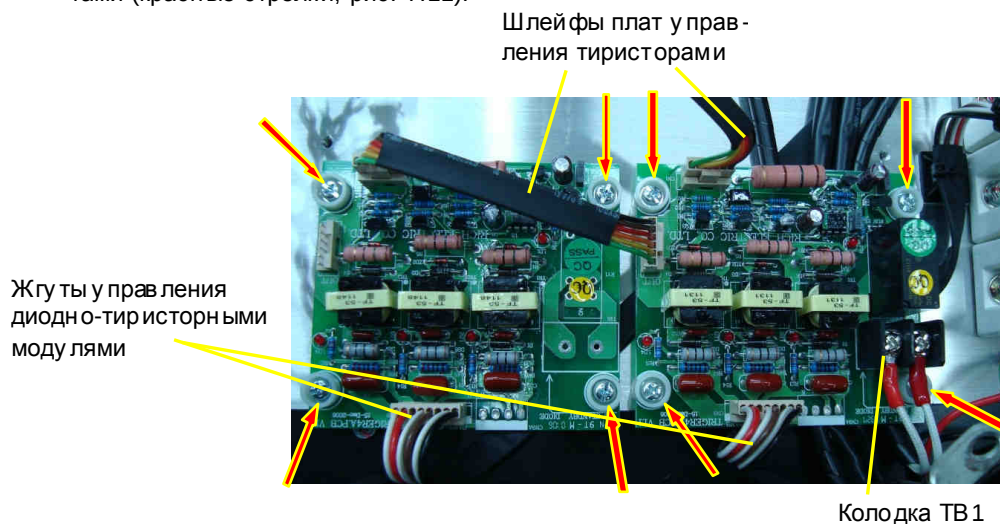

Рис. 7.11.
7.7.1. Установить платы управления тиристорами на их посадочные места и закрепить винтами (красные стрелки, рис. 7.11).
7.7.2. Соединить провода резистора предзаряда с клеммами колодки ТВ1 ведущей платы управления тиристорами (рис. 7.11).
7.7.3. Вставить в разъемы на платах ответные разъемы жгутов управления диодно-тиристорными модулями и шейфы плат управления тиристорами (2 шт.) (рис. 7.11).